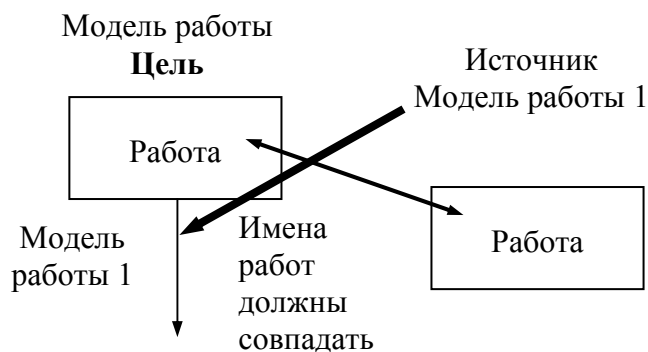

Рис. 71. Условия слияния моделей
- имя модели-источника, которое присоединяют к модели-цели, должно совпадать с именем стрелки вызова работы в модели-цели (рис. 71);
- имена контекстной работы подсоединяемой модели-источника и работы на модели-цели, к которой мы подсоединяем модель-источник, должны совпадать (рис. 71);